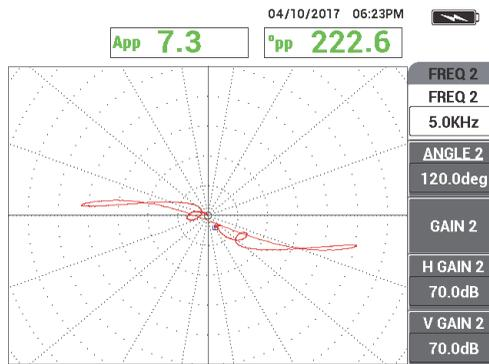

Figura 5-167 Señal de escaneo proveniente de la arandela de soporte con la frecuencia 2
5. Al obtener una señal adecuada, pulse la tecla **FREEZE** () para activar la adquisición de la señal (vea la Figura 5-167 en la página 267).